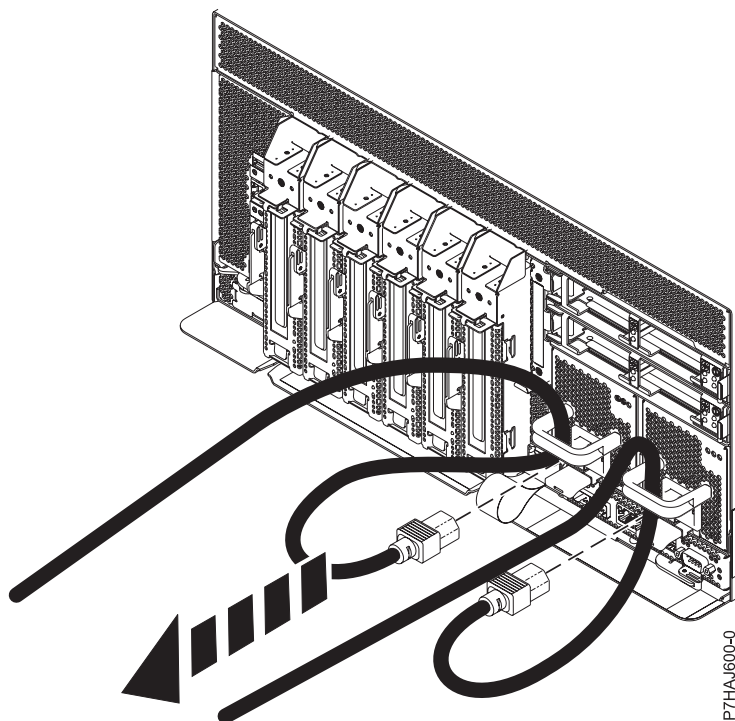

Figura 23. Extracció dels cables d'alimentació
3. Desconnecteu els cables d'alimentació de la unitat del sistema tal com s'indica a Figura 23 a la pàgina 41.